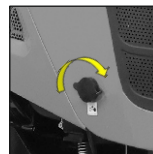

Fig. 4.9
1. Najpierw włóż klucz do zamka znajdującego się z przodu maski, jak pokazano na (rys. 4.9) Obróć go w kierunku zgodnym z ruchem wskazówek zegara.